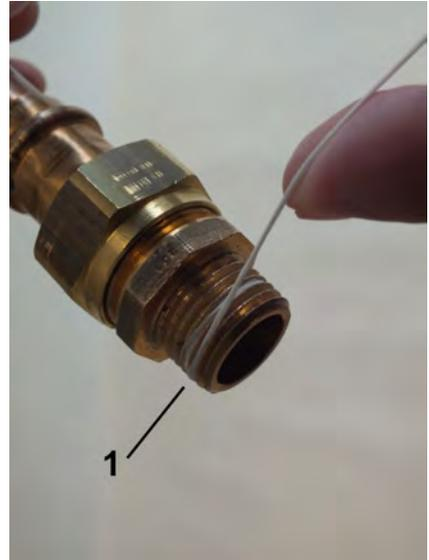

Abb. 8: Dichtfaden aufbringen
2. → Dichtfaden ( Abb. 8/1) in Gewinderichtung auf das aufgeraute Gewinde aufbringen, dabei Mengenangaben des Dichtmittel-Herstellers beachten